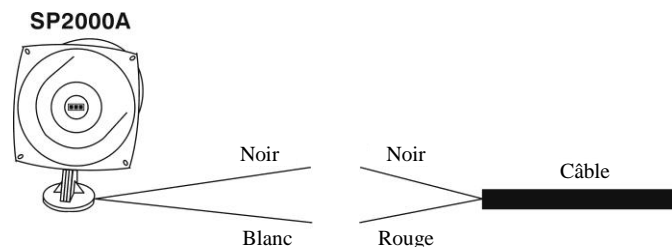

Figure 22. Connexions de câble du SP2000A
- Branchez le fil rouge du câble approprié sur le fil SP2000A blanc et le fil de câble noir sur le fil SP2000A noir, tel qu'illustré à la figure 22. Ne branchez pas le fil de terre.